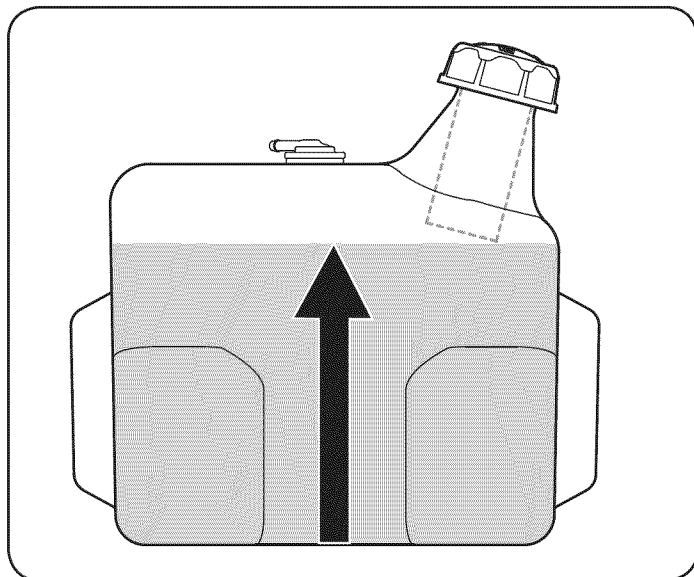

Figura 7
**IMPORTANTE:** No llene demasiado el tanque. Llene el tanque no pulgada más de 1/2 debajo de la base del cuello de llenado para dejar espacio para la expansión del combustible. Véase la Figura 7.